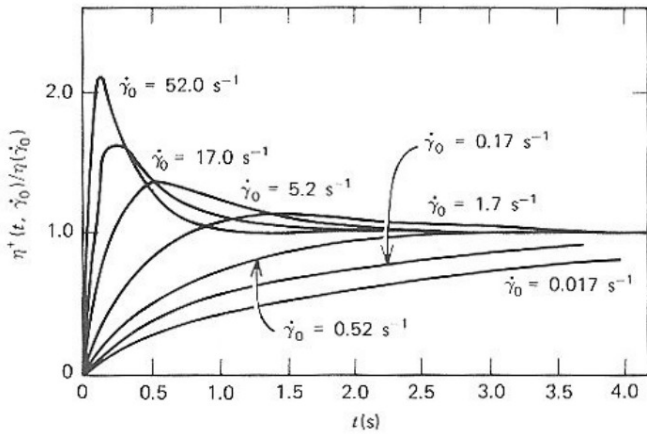

FIG. 1: Viscosité transitoire normalisée  $\eta^*(t, \dot{\gamma}_0)/\eta(\dot{\gamma}_0)$  à différents taux de cisaillement  $\dot{\gamma}_0$ .
On se propose de tester un modèle qui pourra décrire les propriétés du mucus, un fluide visqueux constitué de nombreuses protéines, qui recouvre la surface des muqueuses. Pour cela, on réalise les essais expérimentaux suivants (Fig. 1):
1. Expliquer comment obtenir les courbes de la FIG. 1. Quel rhéomètre faut-il utiliser, sachant que l'on dispose de 1 cm3 seulement de cet échantillon ?
2. Dans un premier temps, on rappelle la loi de comportement de Maxwell  $\lambda \frac{d\sigma}{dt} + \sigma = \eta_0 \dot{\gamma}$ . Donner la réponse  $\sigma(t)$  lorsque le fluide est soumis à un taux de cisaillement  $\dot{\gamma}_0$  constant. Cette relation décrit-elle les courbes expérimentales de la FIG. 1 ? Dans quels cas la comparaison est-elle bonne ?